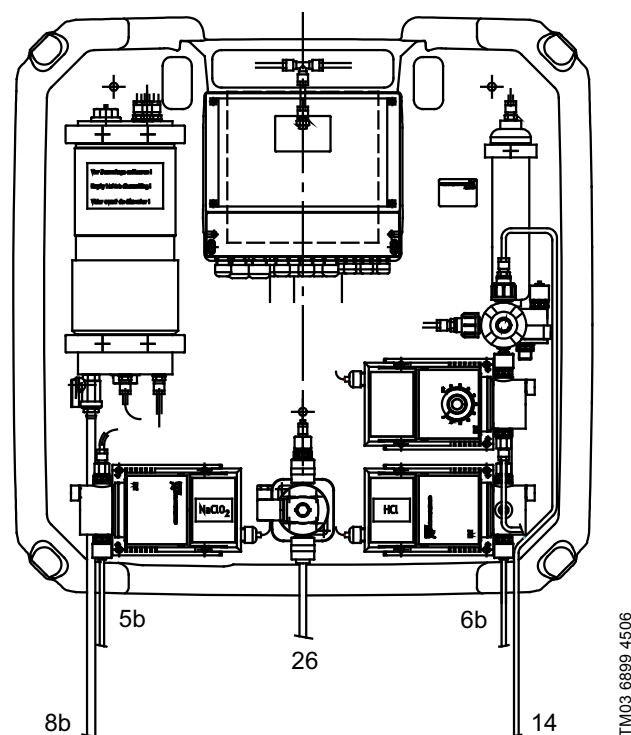
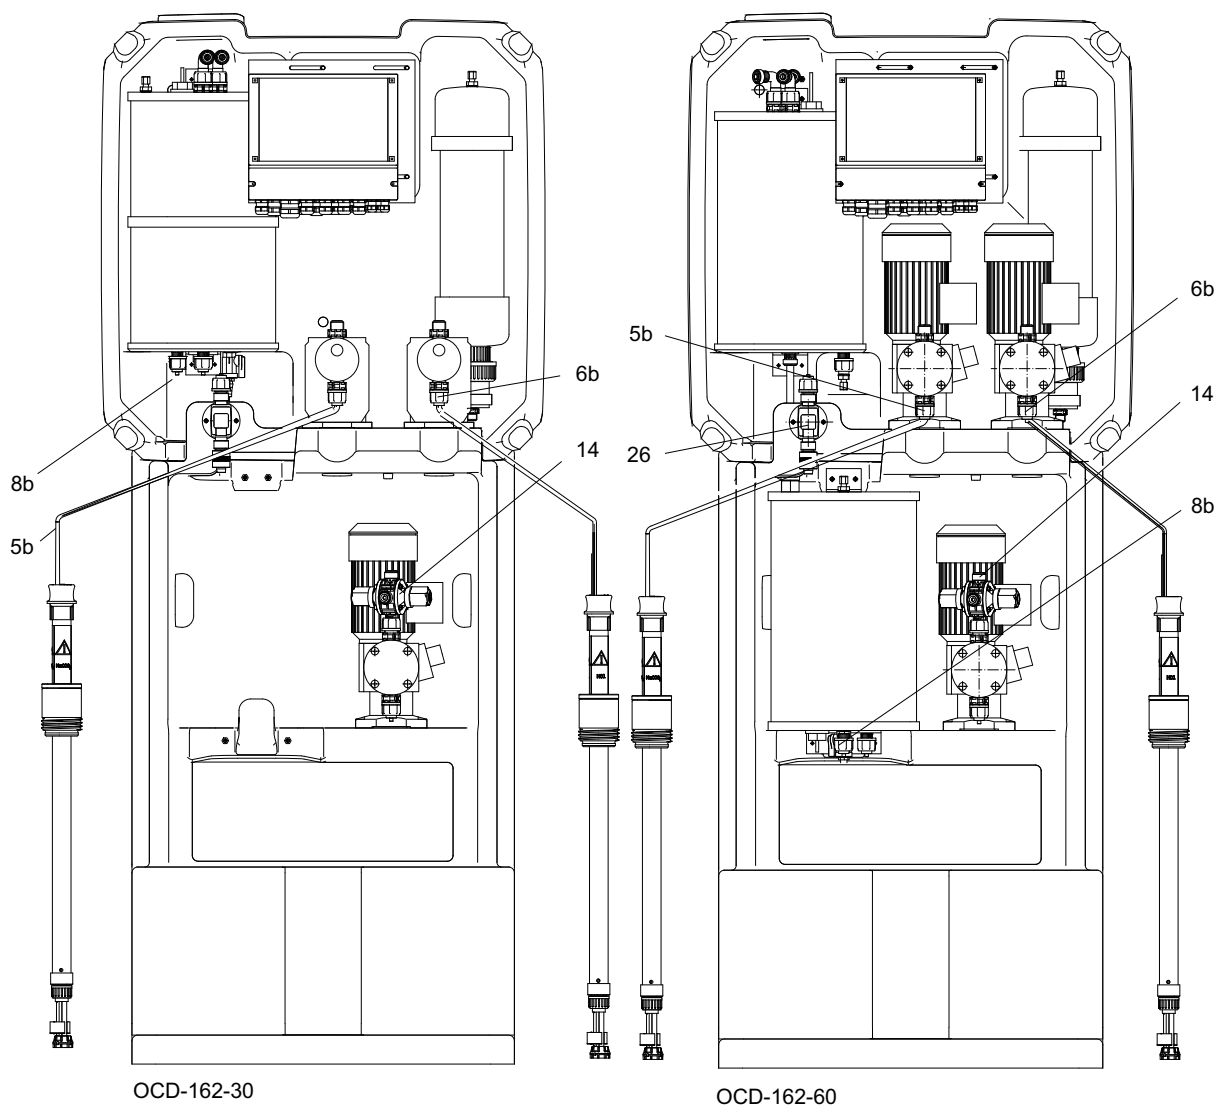

Fig. 5 Ligações hidráulicas Oxiperm Pro (OCD-162-5, -10)
Fig. 6 Ligações hidráulicas Oxiperm Pro (OCD-162-30, -60)
- mangueira de diluição de água na válvula solenóide (fig. 5 e fig. 6, pos. 26)
- mangueiras para ambas as lanças de aspiração no lado da aspiração das bombas químicas (fig. 5, pos. 5b e 6b)
- linha de doseamento da bomba doseadora para a unidade de injeção na linha principal ou para o instrumento de controlo de caudal no módulo de mistura ou para o tanque batch externo. (fig. 5 e fig. 6, pos. 14)
- mangueira na torneira de drenagem do depósito reservatório (apenas instalado para enxaguamento e ventilação) (fig. 5, pos. 8b).